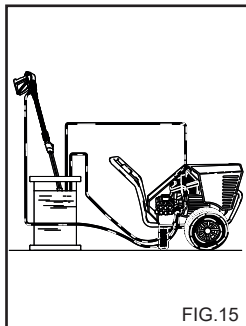

FIG.15
**JÄÄTYMISENESTOAINEN KÄYTTÄMINEN (Fig. 15).**